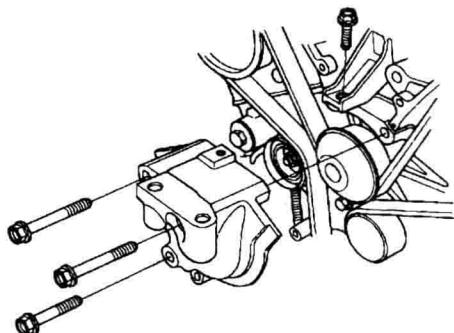

图 1-1-12 拆卸发动机侧面安装支架的下半部分
15. 按照图 1-1-12 所示，拆卸发动机侧面安装支架的下半部分。